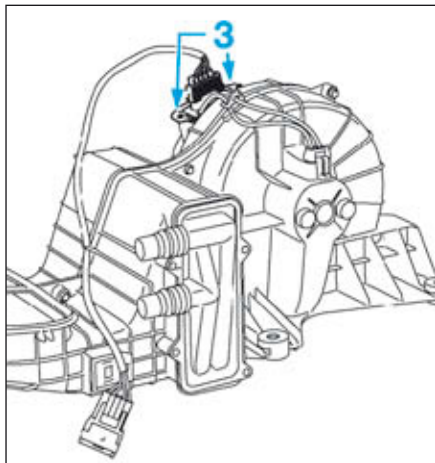

FIG.36
- les vis (3) du boîtier de commande de groupe motoventilateur arrière (Fig.36),